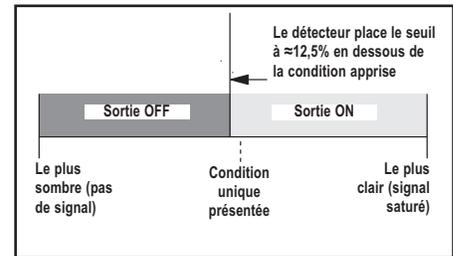

Figure 5. paramétrage clair (fonctionnement clair illustré)
- Définit un seuil à environ 12,5% en dessous de la condition présentée (voir la figure 5)